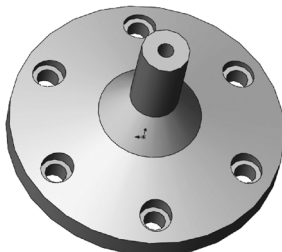

图 7-19 取消坐标系显示的图形
7) 取消显示视图中的坐标系。选择菜单栏中的“视图”→“隐藏/显示”→“坐标系”命令，取消视图中坐标系的显示，结果如图 7-19 所示。